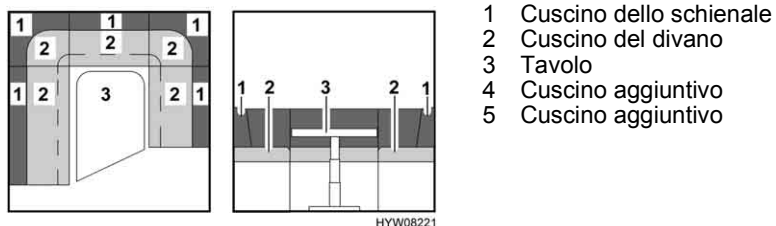

Fig. 71 Prima della trasformazione
- Rimuovere i cuscini dello schienale (Fig. 71,1) e collocarli sotto il tavolo.